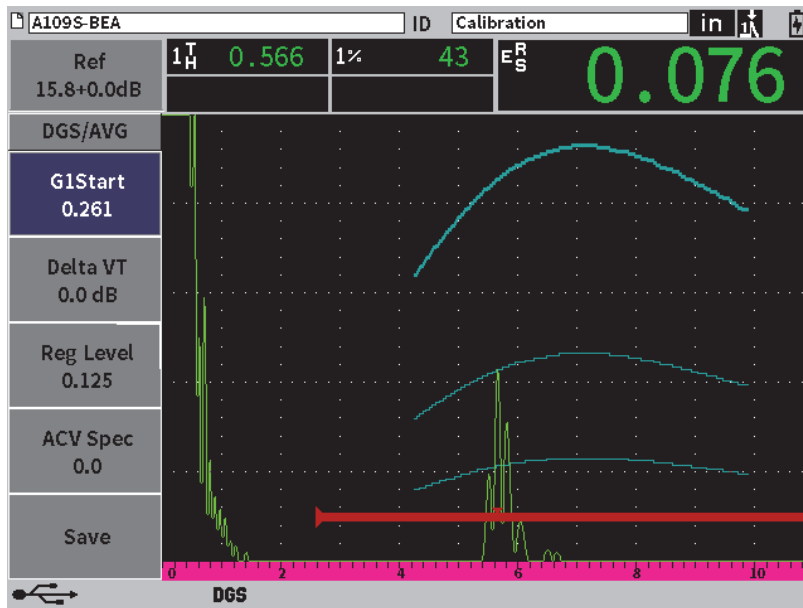

Abbildung 11-21 DGS/AVG-Kurven auf dem Bildschirm
Nach der Erfassung des Referenzreflektors berechnet das EPOCH 6LT automatisch die DGS/AVG-Kurve(n) und zeigt sie an der richtigen Registrierengrenze der Amplitude auf dem Bildschirm an (siehe Abbildung 11-21 auf Seite 203).
1. Im DGS/AVG-Fenster, drücken Sie Tab, um **Delta VT** auszuwählen (siehe Abbildung 11-21 auf Seite 203).